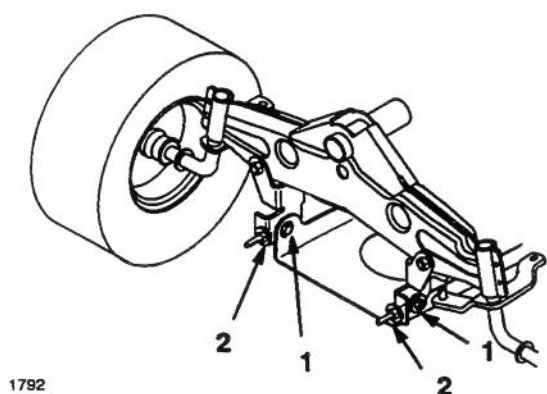

Figure 14
6. Pour régler l'inclinaison avant/arrière des lames, desserrer légèrement les boulons de montage de la plaque d'articulation avant (Fig. 14).
7. Tourner les contre-écrous sur les boulons à oeillet pour changer le réglage (Fig. 14). Pour relever l'avant de la tondeuse, serrer les contre-écrous des boulons à oeillet. Pour abaisser l'avant, desserrer les contre-écrous.
8. Après avoir réglé de la même manière les contre-écrous des deux boulons, contrôler à nouveau l'inclinaison avant/arrière. Continuer de régler les boulons à oeillet jusqu'à ce que l'extrémité avant des lames se trouve à 0-8 mm au-dessous de l'extrémité arrière (Fig. 14).
9. Lorsque l'inclinaison avant/arrière est correcte, serrer les boulons de montage de la plaque d'articulation (Fig. 14).